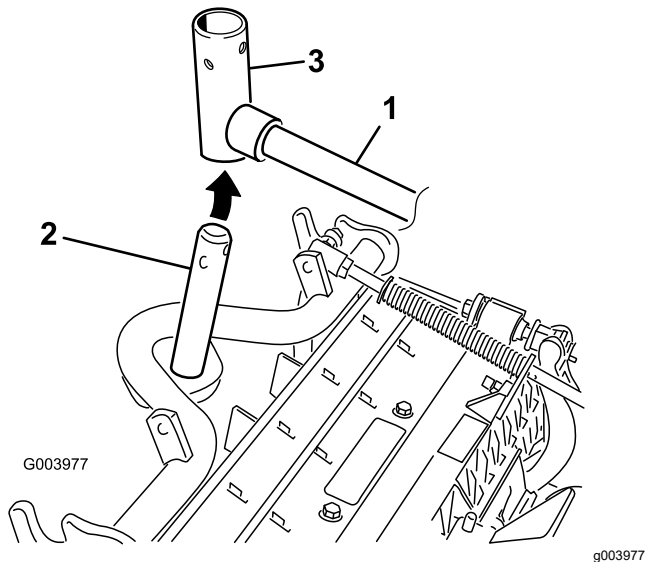

Figura 8
7. Nas unidades de corte dianteiras, faça deslizar uma unidade de corte sob o braço de elevação enquanto insere o veio da estrutura de suporte para cima para dentro da forquilha da articulação do braço de elevação (Figura 8).
- B. Insira a forquilha do braço de elevação no veio da estrutura de suporte (Figura 8).